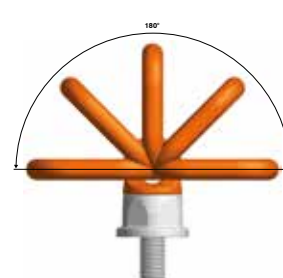
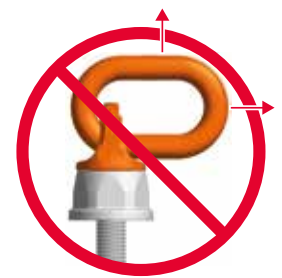

Bild 1: erlaubt
Bild 2: nicht erlaubt
Belastung: Tragfähigkeit lt. Prüfzeugnis bzw. Tragfähigkeitstabelle in den angegebenen Zugrichtungen – siehe Bild 1.
Sonstiges: Die Anschlagpunkte sind zwar kugelgelagert, aber um ein Verklemmen des Ringes zu vermeiden wird empfohlen, den Ring vor der Belastung in die erlaubte, erforderliche Zugrichtung auszurichten (Bild 1). Dies gilt insbesondere beim Heben der Last mit Mehrstrangehängen. Bei nicht ausgerichtem Ring (unerlaubte Belastung nach Bild 2) könnte sich der Ringhalter unter Last schlagartig ausdrehen, und es kommt zu erheblicher Gefahr für Last und Personen.
- Belastung darf nur in der vorgegebenen Richtung (siehe Bild 1) mit der Tragfähigkeit lt. Tabelle erfolgen.
- Zugrichtung nicht im vorgegebenen Bereich lt. Bild 1 liegt.